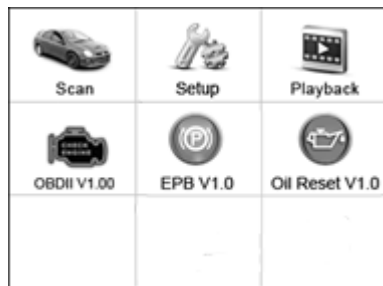
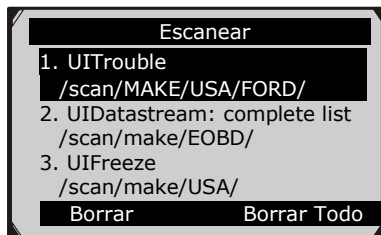

Figura 3.1
Figura 4.1
- 4) Encienda la herramienta, y espere a que la **Pantalla Principal** aparezca. (Figura 3.1)
- 1) Use el botón de desplazamiento **IZQUIERDO/DERECHO** para seleccionar **Reproducir** desde la **Pantalla Principal** (Figura 3.1), y presione el botón **OK**. Espere a que la pantalla de **Escaneo** aparezca. (Figura 4.1)
- 2) Seleccione el icono de **Escanear** en la **Pantalla Principal** (Figura 3.1) y en la pantalla del fabricante del vehículo seleccione la marca correcta.